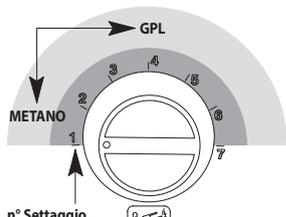

Figura 5.4
Per visualizzare il settaggio impostato tenere premuto il pulsante di ripristino 4 in Figura 3.1 per circa 5 secondi. Le spie di segnalazione 1 in Figura 3.1 lampeggeranno un numero di volte pari al settaggio (Figura 5.4).
- Per cambiare il settaggio ruotare la manopola regolazione temperatura sanitari 4 in Figura 3.1 e posizionarla per il tipo di gas prescelto Figura 5.4 (nella figura es. manopola settata per gas Metano), la lampada di segnalazione blocco 5 in Figura 3.1 lampeggia velocemente.